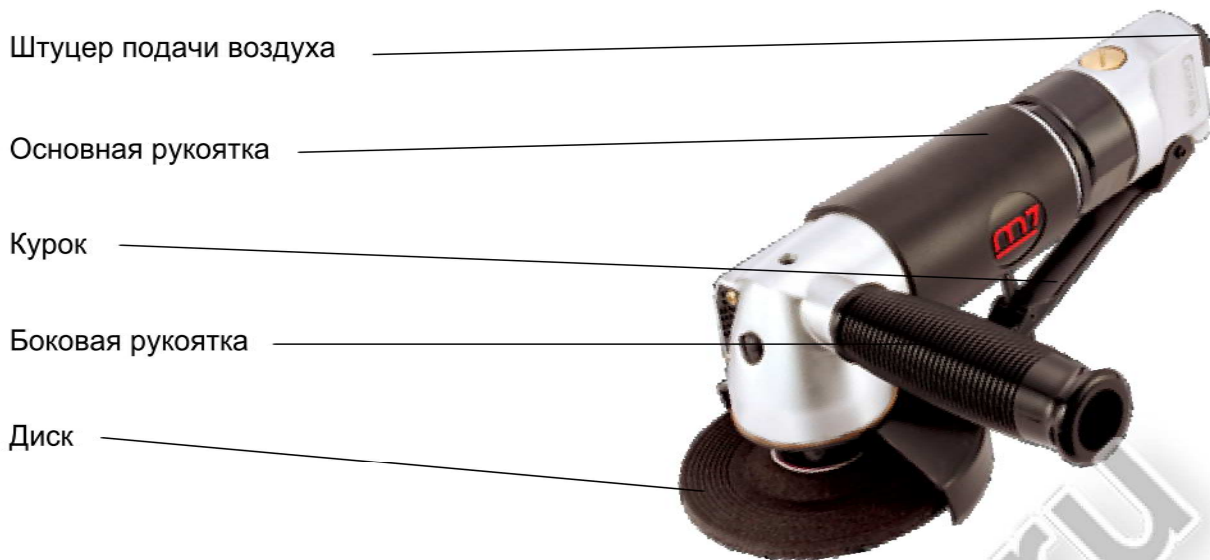

Рис. 1
- Управление УШМ осуществляется с использованием курка (Рис. 1), который находится под указательным пальцем.